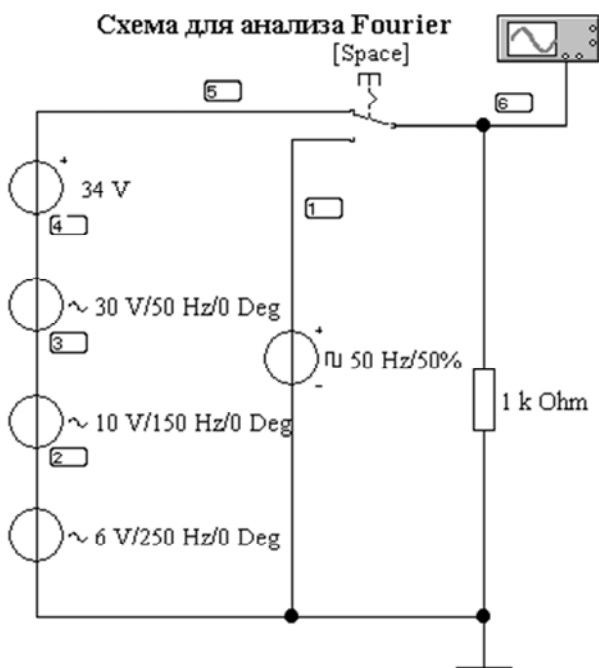

Рис. 19.1. Синтез и анализ несинусоидальных кривых (файл **fourier.ewb**)
1. Использование разложения в ряд Фурье для анализа несинусоидальных напряжений и токов. Синтез и анализ несинусоидальных кривых (файл **fourier.ewb**, рис. 19.1).